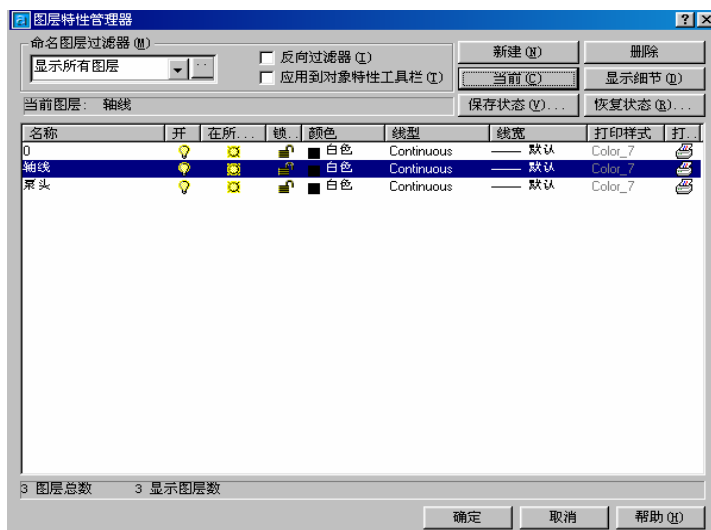

图 3-43
1. 我们绘制一个如图 3-43 所示的泵头。
第一步：新建图层。单击“对象特性”工具栏上的  按钮，随后出现“图层特性管理器”对话框，单击新建按钮，设置两个图层“轴线”和“泵头”，其中轴线的线型设为 center。结果如图 3-43 所示。